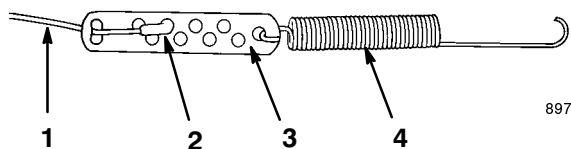

Bild 4
2. Haken Sie die Feder am Rundloch am Ende der Zueinstellung ein (Bild 4).
3. Sichern Sie das Ende des Bowdenzuges an der Zueinstellung wie in Bild 4 ab.